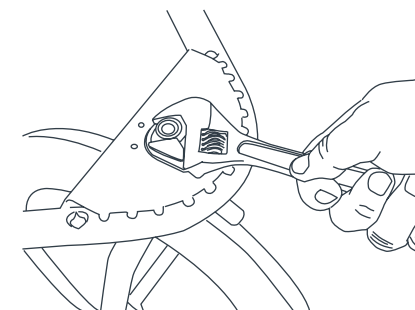

Fig. 21
- 21) • Si la roue avant oscille au-delà de ce qui est normal lors de l'utilisation pour la marche ou le jogging, vous devrez peut-être ajuster l'écrou de la roue avant. Cet écrou est situé sous le repose-pied situé à l'avant de la Poussette. Vous pouvez utiliser une clé à molette standard, polygonale ou à fourche pour serrer l'écrou (Fig. 21). **NE PAS TROP SERRER.** Cela pourrait endommager le logement de la roue avant.